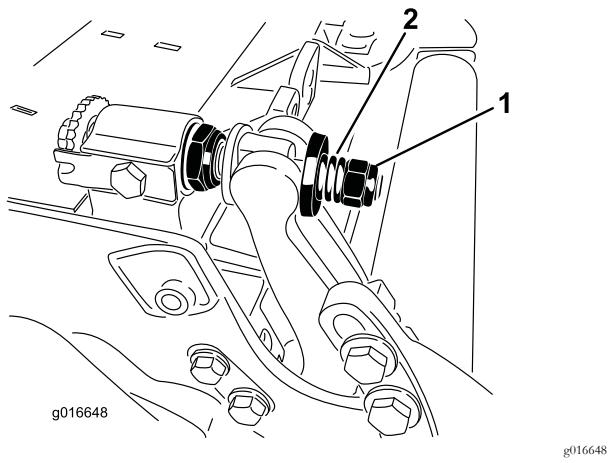

Bild 32
5. Ziehen Sie die Federspannungsmutter an, bis die Feder zusammengedrückt ist, drehen Sie sie dann um eine halbe Umdrehung heraus (Bild 32).
11. Ziehen Sie die Mutter an jedem Untermesserträgereinsteller an, bis die Druckfeder ganz zusammengedrückt ist, lösen Sie die Mutter dann um eine halbe Umdrehung (Bild 32).